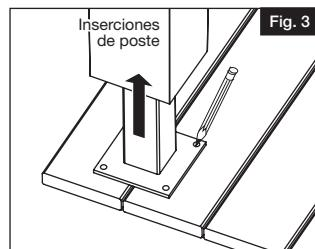

Fig. 3
- a. Eleve la inserción inferior temporalmente para dejar espacio para sujetar el poste de acero en la madera (Fig. 3).
- b. Marque los agujeros a través de la placa inferior del poste de acero en la superficie de madera (Fig. 3).
- Deslice la funda de vinilo del poste sobre la inserción del mismo (Fig. 3).
- Deslice la segunda inserción de poste por la parte superior de la funda de vinilo del poste, por encima del poste de acero (Fig. 3).
Sugerencia: La funda debe extenderse por encima de la altura deseada del barandal, lo suficiente como para poder dejar un espacio para la tapa de poste (Fig. 3).